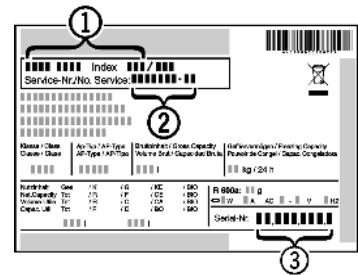

Fig. 35
- Считать обозначение устройства *Fig. 35 (1)*, сервисный номер *Fig. 35 (2)* и серийный номер *Fig. 35 (3)* с заводской таблички. Заводская табличка находится внутри устройства слева.